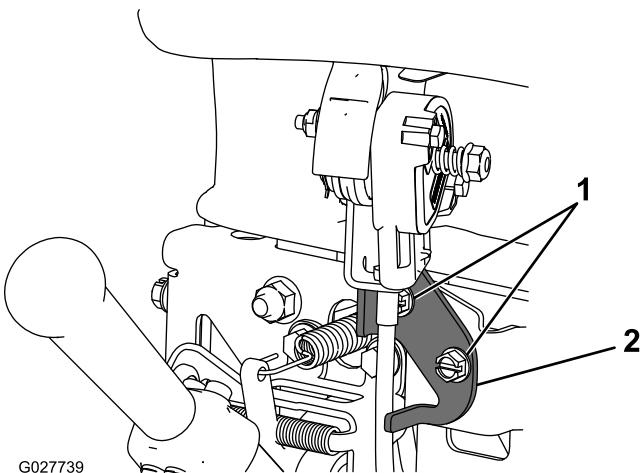

図 33
2. スロットルコントロールを固定している2つの固定具をゆるめる図 33。